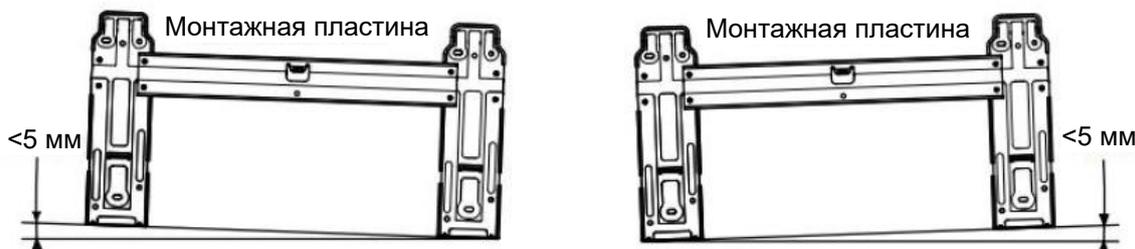

Рис. 4
- Демонтируйте металлическую монтажную пластину внутреннего блока. Установите монтажную пластину в горизонтальное положение. Перепад высоты между левой и правой сторонами монтажной пластины должен составлять менее 5 мм (Рис. 4).